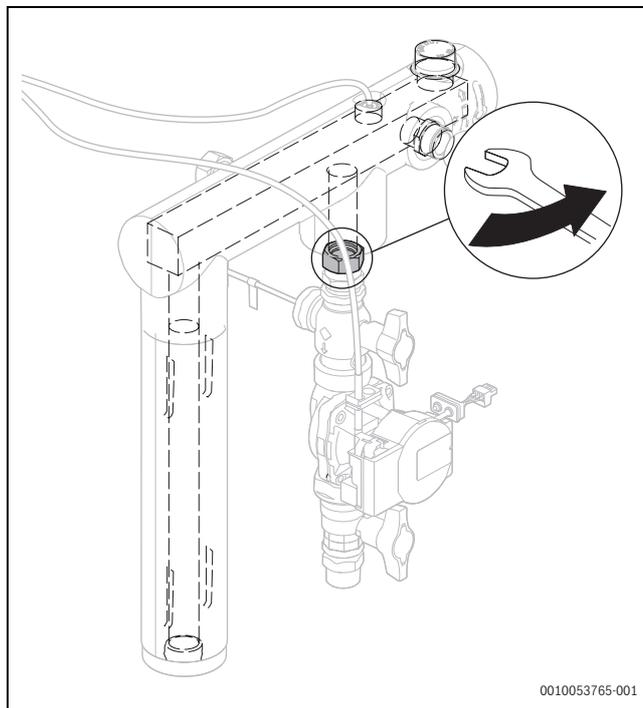

Fig. 6 Allentare il dado di raccordo
- ▶ Staccare il dado di raccordo sopra il rubinetto a sfera superiore e ruotare verso destra di 90° la linea di alimentazione Fig. 6.